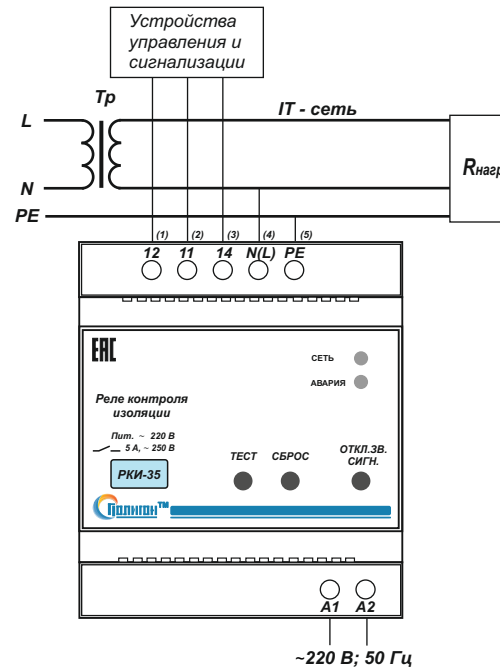

Рис.1. Типовая схема подключения блока РКИ-35 к однофазной сети.
4.3. Произвести подключение реле контроля изоляции РКИ-35 согласно маркировке (рис.1,2,3.): N(L) - нейтраль (фаза